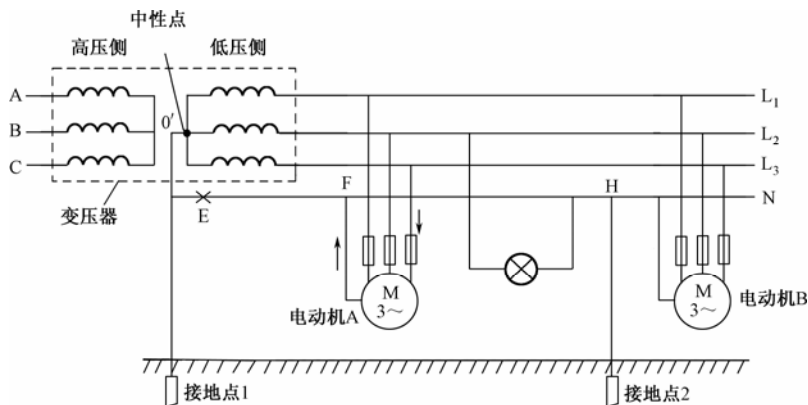

图 7-4 重复接地可以降低零线电压和避免烧坏单相电气设备
② 当零线开路时,可以降低零线电压并避免烧坏单相电气设备。在如图 7-4 所示的电气线路中,如果零线在 E 点开路, H 点又未接地,此时若电动机 A 的某绕组与外壳短路,这里假设与 L_3 相线连接的绕组与外壳短路,那么 L_3 相线上的电压通过电动机 A 的绕组、外壳加到零线上,零线上的电压大小就与 L_3 相线上的电压一样,由于每根相线与地之间的电压为 220V,因而零线上也有 220V 的电压。而零线又与电动机 B 外壳相连,所以电动机 A 和电动机 B 的外壳都有 220V 的电压,人体接触电动机外壳时就会发生触电。另外,并接在相线 L_2 与零线之间的灯泡两端有 380V 的电压(灯泡相当于接在相线 L_2 、 L_3 之间),由于正常工作时灯泡两端电压为 220V,而现在由于 L_3 相线与零线短路,使灯泡两端电压变成 380V,灯泡就会烧坏。如果采用了重复接地,在零线 H 点位置也接地,即使 E 点开路,依靠 H 点的接地也可以将零线电压拉低,从而避免上述情况的发生。